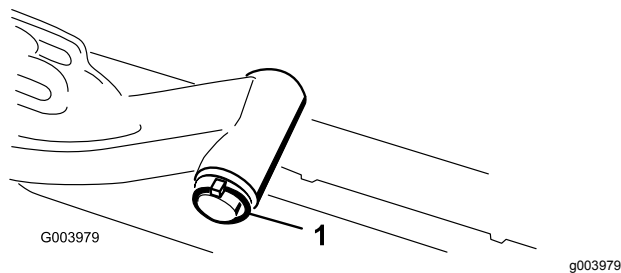

**Figure 8**
7. Pour les unités de coupe avant, poussez une unité de coupe sous le bras de levage tout en insérant l'arbre du bâti porteur dans la chape de pivot du bras de levage (Figure 8).
- B. Insérez la chape du bras de levage sur l'arbre du bâti porteur (Figure 8).